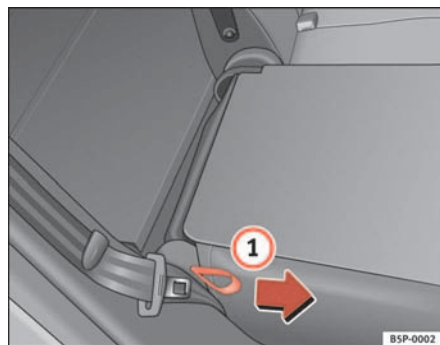

Fig. 99 Rebater ou levantar o encosto dos bancos traseiros
- Puxar a pega que se encontra na parte lateral do banco ⇒ fig. 99 **1**